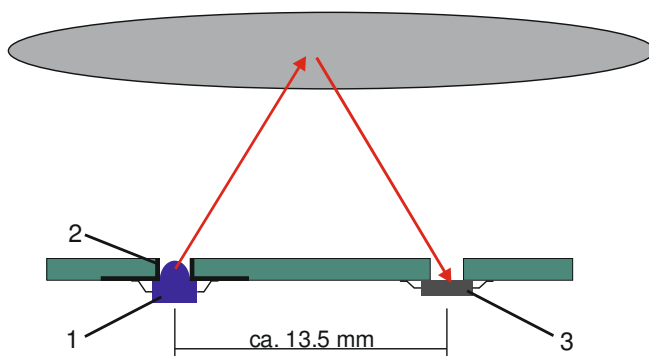
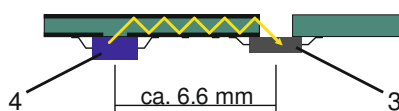

Abbildung 4: Definition der Objekt- bzw. Nutzkopplung
Abbildung 5: Platine als Lichtleiter für die Kompensationsstrecke
Da es sich um ein optisches System handelt, nun ein kleiner Exkurs zu diesem Thema. Die Sende-LED (1) sendet gepulste „unsichtbare“ IR-Energie aus. Diese für den Menschen unbedenkliche Energie muss über das Objekt (Hand) auf den Empfänger (Fotodiode) (3) reflektiert werden (Objekt- bzw. Nutzkopplung, roter Pfeil in Abbildung 4) und stellt dadurch eine objektabhängige Messgröße dar. Ebenso muss die Kompensations-LED (4) IR-Energie auf den Empfänger einbringen, und zwar phaseninvertiert und ohne über das Objekt zu koppeln (Kompensations- bzw. Referenzkopplung, gelber Pfeil in Abbildung 5). Das erhaltene Signal an der Fotodiode ist im ausgeregelten Zustand „Null“ (gepulste Sende-Energie *minus* phaseninvertiert gepulste Kompensationsenergie *ergibt Null*). Das ist das HALIOS[®]-Prinzip mit einer Referenz-Strecke (der Kompensator dient als Referenz). Im Zustand ohne Objekt muss ein Grundgleichgewicht dieser beiden IR-Energien hergestellt werden (optische Grundkopplung).